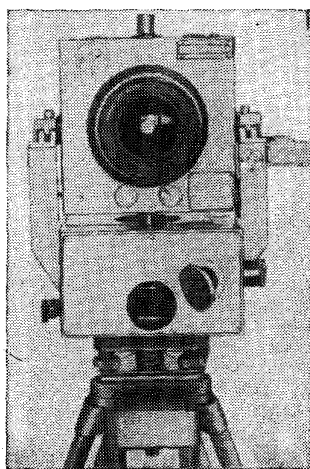

Рис. 29. Фотограмметрическая камера УМК 10/1318
4.15. Универсальная фотограмметрическая камера УМК 10/1318 (рис. 29) предназначена для производства наземной фотограмметрической съемки и применяется при определении деформации зданий и сооружений, контроле качества строительно-монтажных ра-